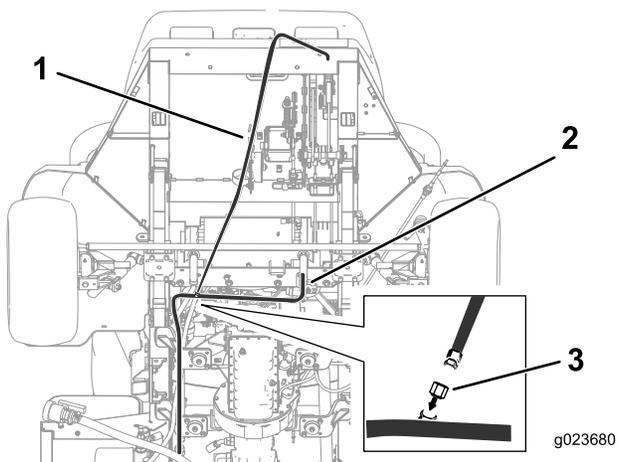

Figura 2
3. Retire o tubo hidráulico do conjunto de tubos e coloque a tampa de união hidráulica na válvula aberta (Figura 2).